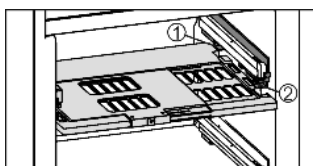

Fig. 16
- ▶ Vložení police s regulací vlhkosti: Výstupky víka police zespod zaveďte do zadních držáků Fig. 16 (1) a vpředu zaklesněte do držáku Fig. 16 (2).